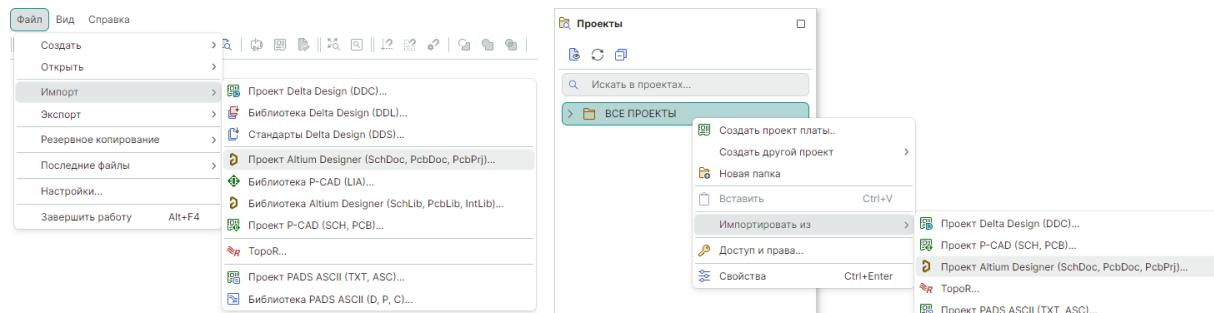

Рис. 14 Вызов мастера импорта проекта
- из контекстного меню, вызванного с выбранного узла панели «Проекты» → «Импортировать из» → «Проект Altium Designer (SchDoc, PcbDoc, PcbPrj)...», см. Рис. 14.